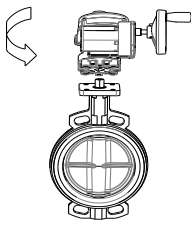

图 6
- 2.3 执行器对准阀门，旋转调整使连接法兰对准，用随附 4 个螺丝，使用六角扳手，将执行器与阀门牢固锁紧，如图 6、7。